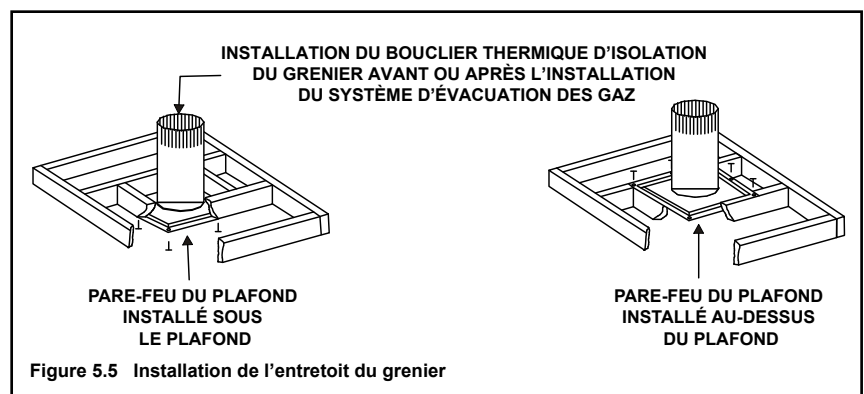

Figure 5.5 Installation de l'entretout du grenier
- Le coupe-feu du plafond peut être installé sur ou sous les poutres de soutien du plafond, lorsqu'il est installé avec un bouclier thermique d'isolation du grenier. Il doit être sous les poutres de soutien entre les planchers non isolés. Se référer à la figure 5.5.